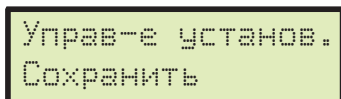

Рис. 73
- Выберите пункт **Сохранить** (Рис. 73) и нажмите на **OK**;